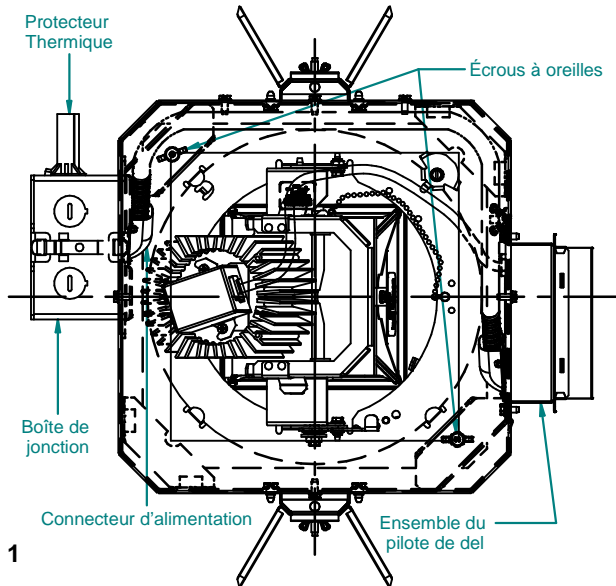

Fig. 1
3. Si l'alignement de l'ouverture carrée est requis, desserrer les deux (2) écrous à oreilles avec la garniture retirée. Aligner l'ouverture. Serrer les écrous à oreilles. (Voir fig. 1 et 2.)
Accès à la boîte de jonction : (voir fig. 1 et 2)